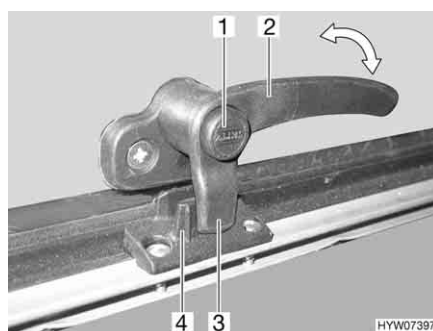
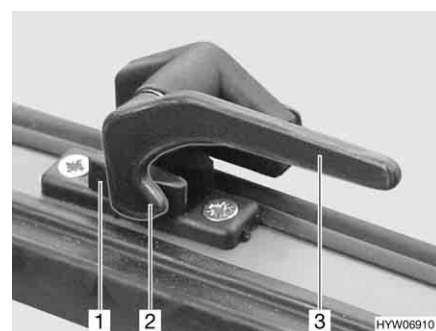

Fig. 66 Leva di serraggio con bottone di sicurezza in posizione "Chiuso"
Fig. 67 Leva di serraggio in posizione "Chiuso"
- Apertura:** ■ Se presente, premere e tenere premuto il bottone di sicurezza (Fig. 66,1).
- Ruotare tutte le leve di serraggio (Fig. 66,2 o Fig. 67,3) di un quarto di giro verso il centro dell'oblò.
- Se presente, premere e tenere premuto il bottone di sicurezza (Fig. 66,1).
- Ruotare tutte le leve di serraggio (Fig. 66,2 o Fig. 67,3) di un quarto di giro verso il telaio. Il nasello di bloccaggio (Fig. 66,3 o Fig. 67,2) si trova sulla parte interna del bloccaggio dell'oblò (Fig. 66,4 o Fig. 67,1).
- In posizione "Completamente chiusa" (Fig. 66 e Fig. 67)